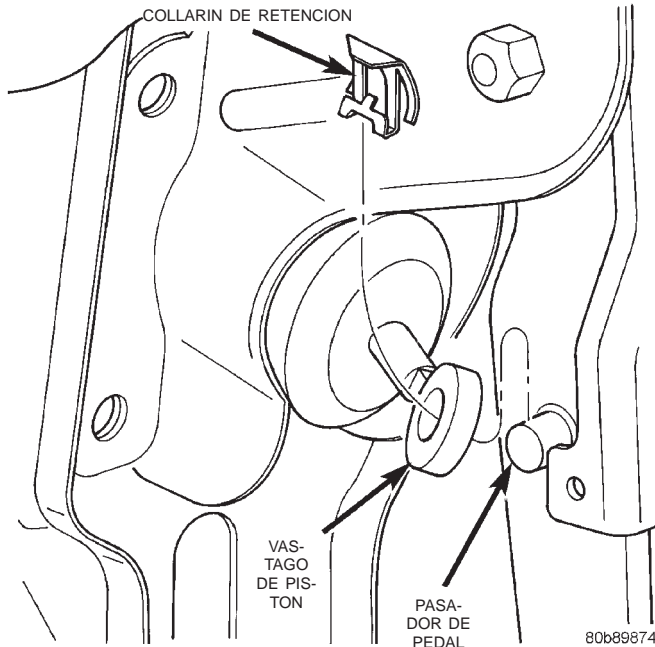

Fig. 21 Collarín de retención
(1) Retire el cilindro maestro.
(2) Desconecte la manguera de vacío en la válvula de retención del reforzador.
(3) Retire el collarín de retención (Fig. 21) que fija el vástago de pistón del reforzador al pasador del pedal. Luego deslice el vástago del pistón fuera del pasador.